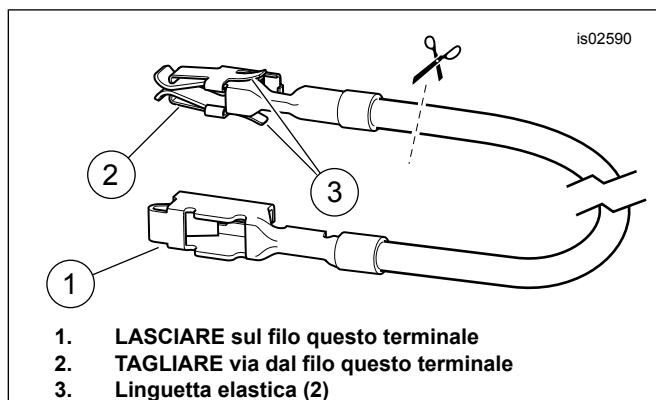

Figura 6. Filo dell'adattatore del pannello fusibili
- Prendere dal kit il filo arancione/bianco dell'adattatore del pannello fusibili (10). Ad ogni estremità, prendere nota del terminale (vedere Figura 6.). In questa cavità del fusibile si inserisce solo il terminale **SENZA le linguette elastiche**. Tagliare con attenzione il terminale **CON** le linguette elastiche via dal filo ed eliminarlo.